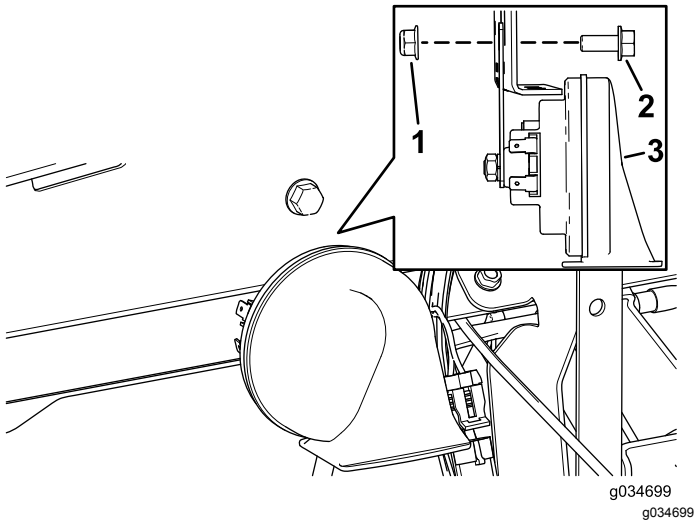

图 3
2. 如**图 3**所示用六角头螺丝5/16 x ¾ 英寸和凸缘螺母5/16 英寸将 48V 喇叭总成安装到仪表板支架现有的孔中
注意 喇叭总成上的支架和凸缘螺母5/16 英寸位于仪表板支架内侧**图 3**。